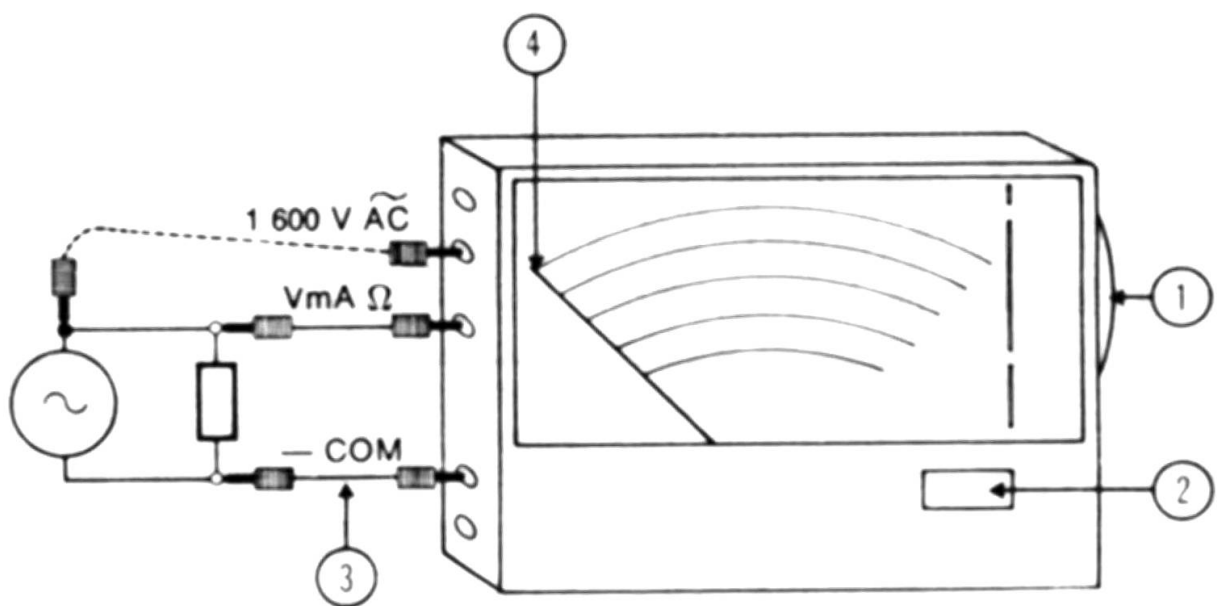

Fig. 3
- Agir sur le sélecteur latéral (1) pour afficher le calibre désiré dans la fenêtre (2).
- Brancher les cordons de mesure (3) comme indiqué figure 3, le sens de branchement étant indifférent (les douilles de mesure sont rappelées sur le cadran).
- Lire la valeur mesurée (4) selon les instructions du tableau ci-après :